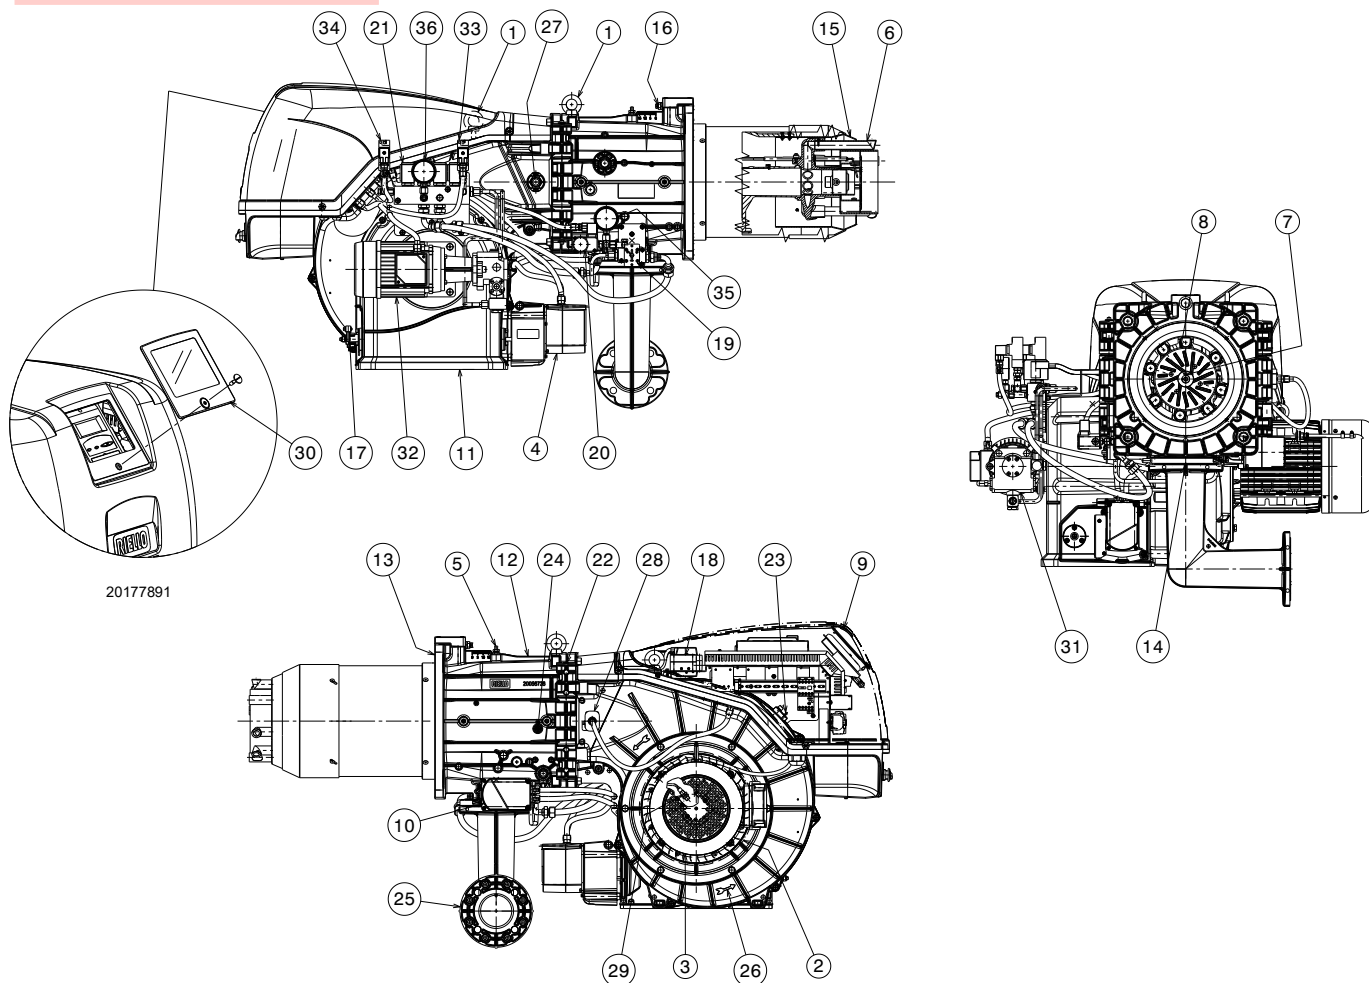

Рис. 5
- (1) Исходные условия: Температура окружающей среды 20 °C - Температура газа 15 °C - Барометрическое давление 1013 мбар - Высота 0 м н. у. м.
(2) Давление на штуцере реле давления 5) (Рис. 5 на стр. 12) при нулевом сопротивлении в камере сгорания и при максимальной мощности горелки.
(3) Звуковое давление было измерено в лаборатории на заводе-изготовителе, горелка работала на испытательном котле на максимальной мощности. Звуковая мощность была измерена по методу «свободного поля», предусмотренному стандартом EN 15036, и согласно «Точности измерения: класса 3», как описано в стандарте EN ISO 3746.